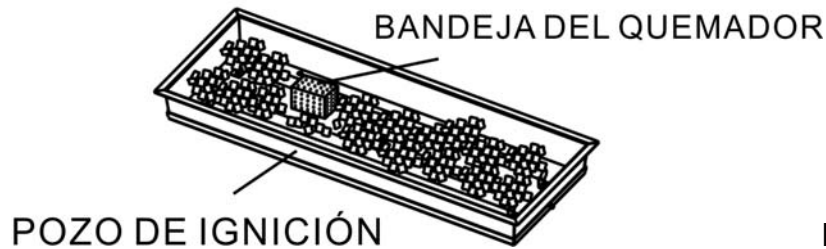

Figura 5
4. Vierta TODOS los medios proporcionados (hielo del fuego o roca de la lava) en la cacerola del quemador. El quemador DEBE ser completamente cubierto para asegurar la función de appliance correctamente y sin peligro. Quite cualquier roca de la lava o hielo del fuego encima del pozo de ignición. Ver la figura 5.